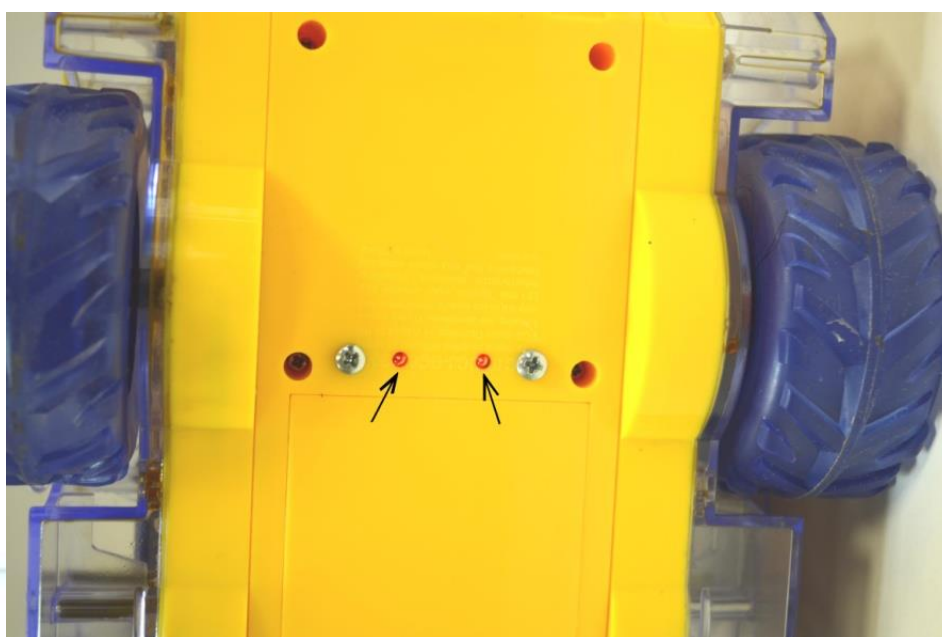

Рисунок 3. Светодиоды
4. Светодиод — индикатор активности устройства (рис.3).
5. Светодиод — индикатор обнаружения и передачи данных через Xbee сеть (рис.3).